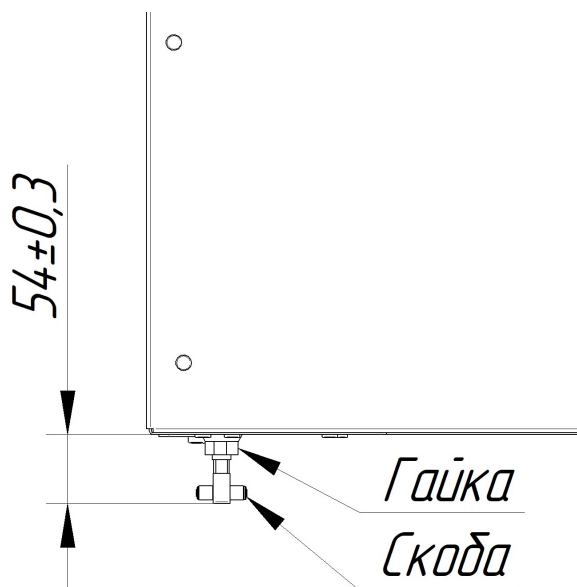

Рис. 10. Регулировка замкового устройства
При неправильной работе уплотнителя (выход пара) печи необходимо отрегулировать положение скобы (см. рис. 10). Для этого требуется выполнить:
2. отрегулировать положение скобы согласно рис. 10;